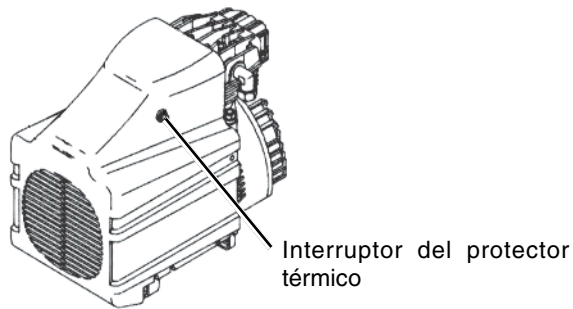

Fig.8
(2) Si el cable de extensión no cumple con las especificaciones indicadas en la página 23, cámbiela por la indicada en esta página 23. Si la capacidad de la fuente de alimentación es insuficiente, aumentela para eliminar la causa de la circulación de corriente excesiva (sobrecorriente).
(3) Espere aproximadamente 5 minutos, y luego presione el interruptor de reposición del protector térmico (Fig. 8).
- (4) Efectúe el arranque. Si el motor sigue parándose durante la operación, póngase en contacto con el servicio técnico.